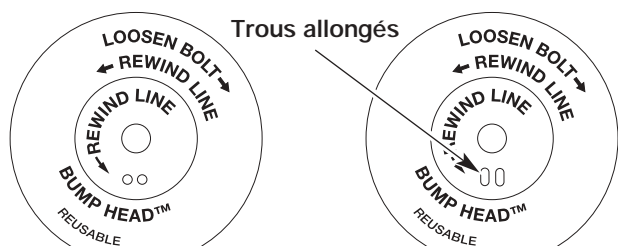

Fig. 27
**REMARQUE :** le SplitLineMC peut être utilisé seulement avec le moulinet intérieur à trous allongés. Le fil simple peut être utilisé avec les deux sortes de moulinet intérieur. Identifiez votre type de moulinet en vous référant à la Figure 27.